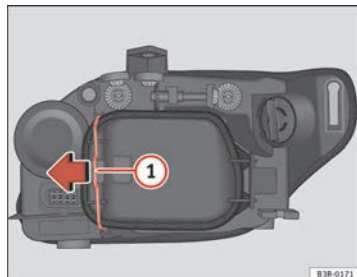

Fig. 212 Feu de position (côté intérieur véhicule)
- Déplacez le tirant ⇒ fig. 212 ① dans le sens de la flèche et retirez le couvercle rigide en séparant d'abord le côté du tirant et en ôtant ensuite les deux languettes de l'autre extrémité du couvercle.